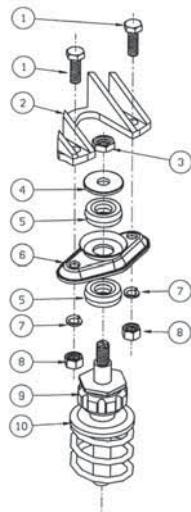

Fig. 7
Smontaggio ammortizzatore originale (Fig. 7)
Disassembling of the original shock absorber (Fig. 7)
Démontage de l'amortisseur d'origine (Fig. 7)
Demontage des original Stossdämpfers (Fig. 7)
- Verbinden Sie den Stossdämpfer wie beschrieben mit der Klemme und bringen Sie diese in die beschriebene Position (Fig. 7).
Desmontar amortiguador original (Fig. 7)